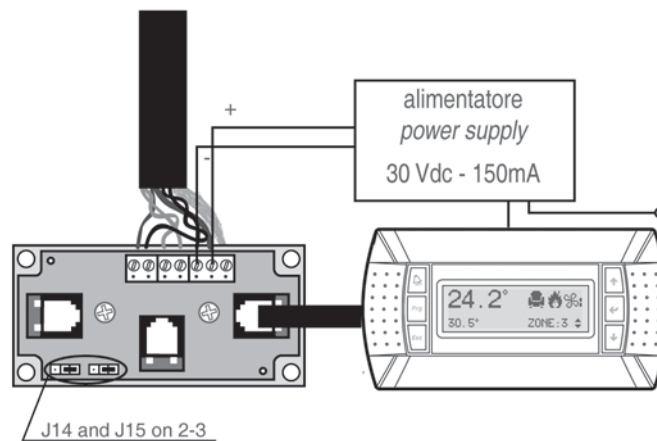

Abb.8 ABGESCHIRMTES KABEL IM DETAIL
6. Abgeschirmtes Kabel für die Verkabelung der Anschlusskarten (siehe Abb.8).